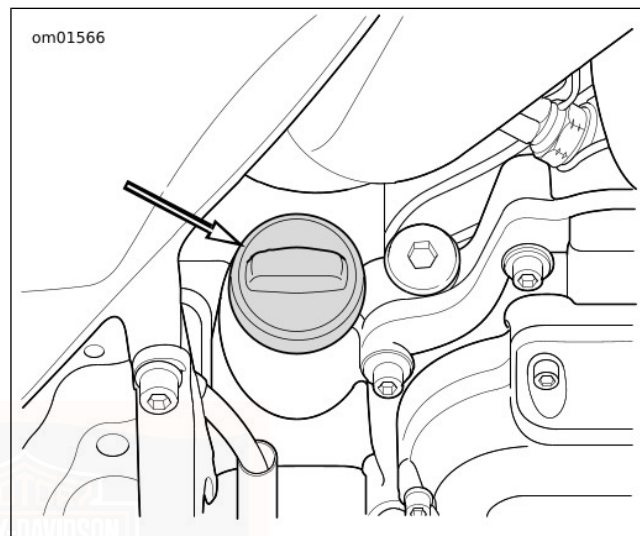

Figura 46. Tappo del rifornimento dell'olio motore
2. Vedere Figura 46. Rimuovere il tappo del rifornimento/l'astina di livello dell'olio. Pulire l'astina di livello. Inserire l'astina di livello e serrarla nel bocchettone di rifornimento.
3. Vedere Figura 46. Rimuovere il tappo del rifornimento/astina di livello dell'olio ed asciugare l'astina di livello. Inserire l'astina di livello e serrarla nel bocchettone di rifornimento.